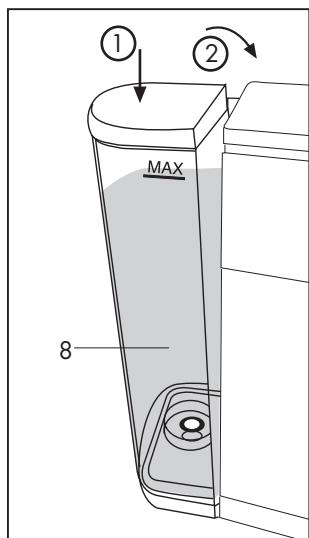

Fig. 3
- Chiudere con il coperchio e reinserire il serbatoio inclinandolo leggermente e appoggiandolo sulla valvola dell'acqua. Premere la parte superiore della macchina fino a sentire uno scatto. Onde evitare fuoriuscite d'acqua, controllare che il serbatoio sia fissato (**Fig.3**)